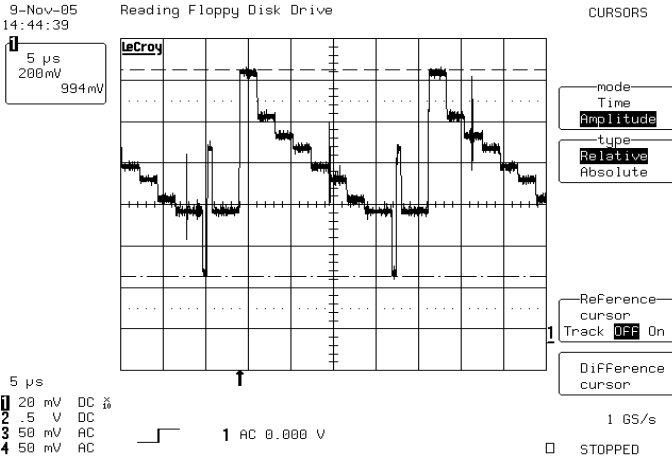

图 22 YPbPr 全彩条信号的 Y 信号波形
3、HDTV（YPbPr）端子输入全彩条信号，J7 第 1 脚或 R188 的一端（YPbPr---Y 部分）波形如图 22 所示。